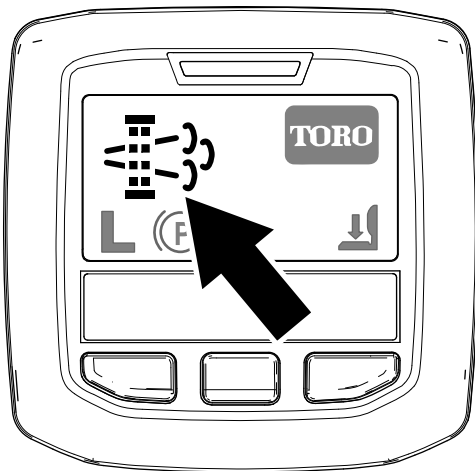

Figura 28
- El icono de regeneración con la máquina aparcada aparece en el InfoCenter (Figura 28).